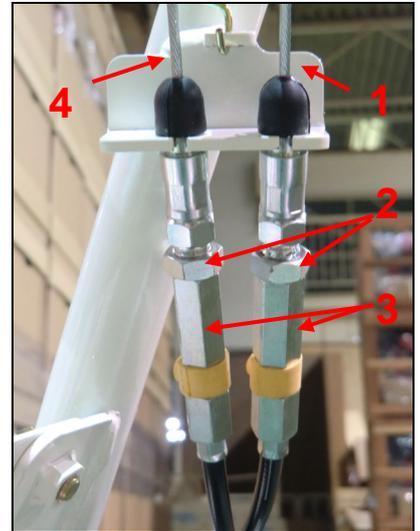

Figure 12
-Si la machine peut bouger quand l'utilisateur enlève la main du levier de deplacement, il faut ajuster le câble du frein de parking (1, fig 12) comme suit :
-Si la machine ne bouge pas, ou si la courroie de transmission patine lorsque le levier de transmission est appuyé, ajuster le câble d'embrayage (4, fig 12) comme suit :
Devisser le contre-écrou 2 et visser l'écrou de réglage (3, fig 12) contre l'écrou de verrouillage. Essayer de bouger la machine, refaire le réglage si nécessaire.
-Si la machine bouge quand le levier de deplacement est relâché, ajuster le câble d'embrayage (4, fig 12) comme suit :
Devisser le contre-écrou 2 et visser l'écrou de réglage (3, fig 12) contre l'écrou de verrouillage. Essayer d'arrêter la machine, refaire le réglage si nécessaire.